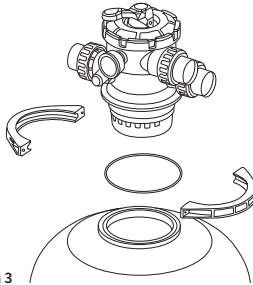

Figura 3
a. Afloje la abrazadera de la brida y retire la válvula de control del filtro (Ver figura 3).